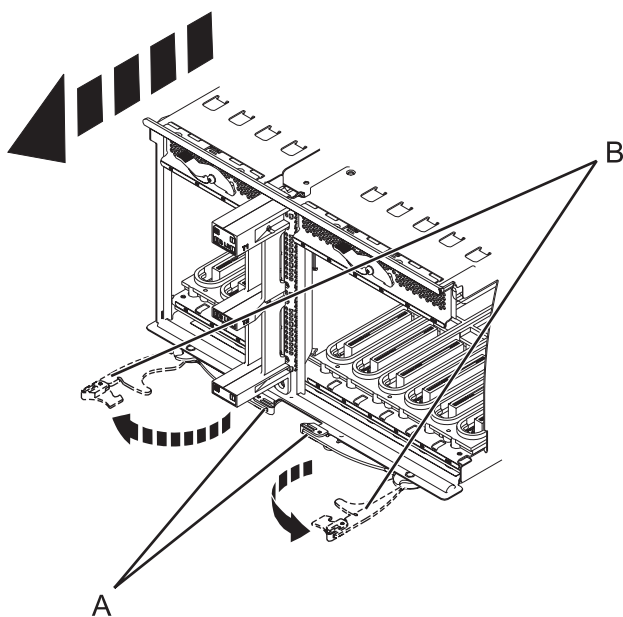

Figure 68. Retrait de la carte mère d'entrée-sortie
12. Appuyez sur les loquets de déverrouillage (**A**) et tirez sur les leviers (**B**) pour dégager la carte du système, comme illustré dans la figure 68.